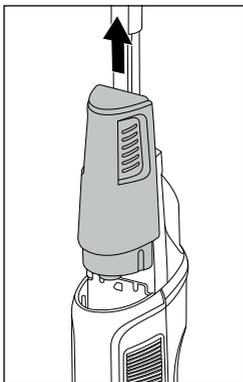

Fig. 6
- ◆ Tag fat i brugsvandsbeholderen **11** i griberillerne på siden, og tag den ud af produktet oppefra (se fig. 6).